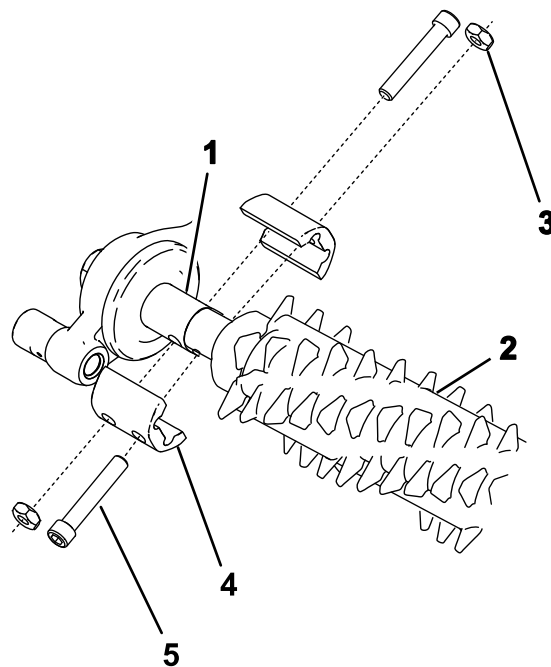

Рисунок 17
2. Совместите механическую щетку в сборе с короткими ведущими валами в блоке привода механической щетки и натяжным роликом в сборе (Рисунок 17).
3. Прикрепите механическую щетку к машине, как показано на Рисунок 17, и затяните болты.